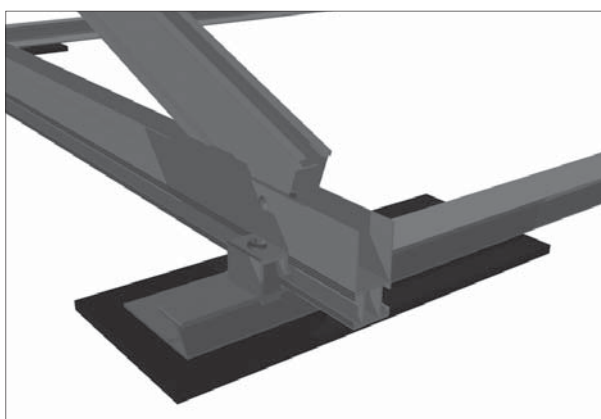

Bild 4.4-2
- Vormontierte Dreiecke auf die Schienen setzen und mithilfe von 4 Kreuzschienenverbinder (Außenklick) befestigen. Klicken Sie den Kreuzschienenverbinder auf die Blechschiene. Stellen Sie sicher, dass der Kopf des Kreuzschienenverbinders in den seitlichen Kanal des Dreiecks einhakt und schrauben Sie die Schraube mit einem Anzugsdrehmoment von 8 Nm fest. (Bild 4.4-2 und Bild 4.4-3)